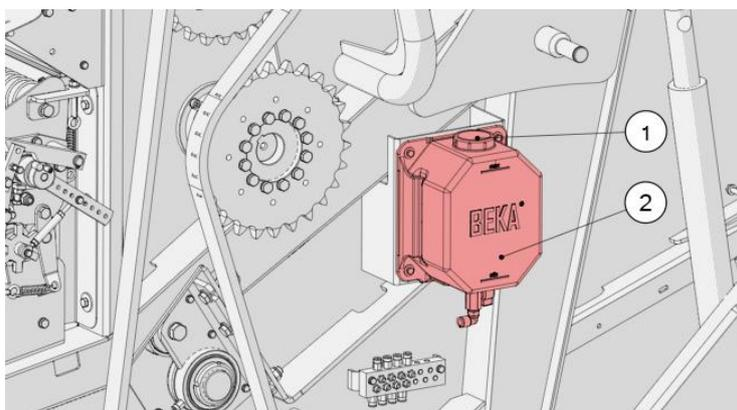

Рисунок 66. Бак автоматической смазки цепей
- Очистите машину вокруг бака (2), чтобы предотвратить попадание в него грязи (Рис. 66);
- Отвинтите пробку (1);
- Завинтите пробку (1);